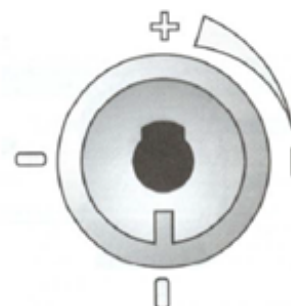

рисунок 8
- Наличие устройства регулировки времени на крышке. Работа клапана на заданном выходе может останавливаться с помощью данного устройства (рисунок 8)